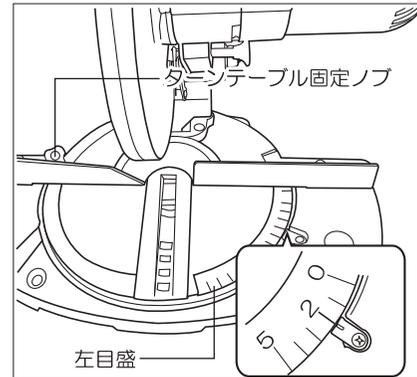

図14
- 傾斜角度45度の切断では、テーブルの角度を左目盛り2度(約)の位置に合わせて固定してください。(図14参照)